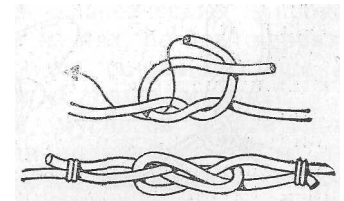

Рис. 69. Плоский узел.
**Плоский узел** (рис. 69). Это прекрасный старинный узел, которым соединяют тросы. Не затягивает-